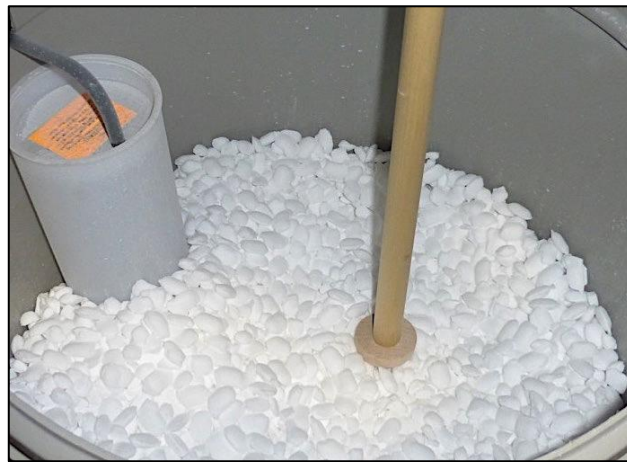

Figure 4 : Tige de bois avec butée en partie basse
- Prendre une tige en bois (Environ 2 mètres de long et 4 cm de diamètre). Fixer un anneau de bois (environ 5 à 10 cm de diamètre) pour servir de butée comme cela est indiqué sur la figure 4 ci-dessous.